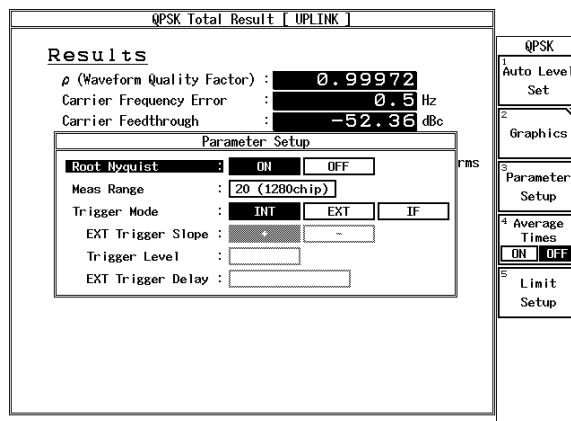

図 6-15 測定パラメータ表示
3. R3267 シリーズを CF:2GHz、RF 入力、QPSK 測定に設定し、パラメータを図 6-15 に設定し、*DC CAL*、*AUTO LEVEL* を実行します。